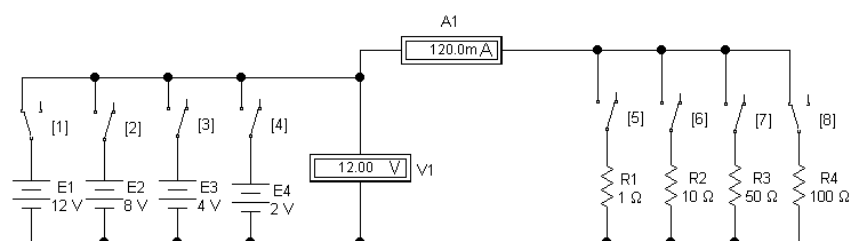

Рис. 47. Схема исследования идеального источника напряжения
Задание. Соберите схему, представленную на рис. 47.
выбрать 4 идеальных источника ЭДС и поместить их на рабочий стол, расположив как показано на рис. 47. Щелкнув правой клавишей мыши по элементу и выбрав в появившемся меню (рис. 12) команду *Component*
*Properties*, в появившемся окне (рис. 13) задать величину ЭДС и обозначение источника (как указано на рис. 47). Повторить эту операцию для всех компонентов. Выбрав опцию *Schematic Options* из меню *Circuit* (рис. 4) или из окна динамического меню (рис. 5), установить желаемый размер, стиль и цвет шрифта.
выбрать 4 резистора и 4 переключателя, поместить их на рабочий стол, повернуть командой *Rotate* (рис. 12) и расположить как показано на рис. 47. С помощью описанной выше процедуры задать величину сопротивлений и их обозначения в соответствии с рис. 47, а также параметр *Value* (рис. 13) переключателей. Значение параметра соответствует клавише, с помощью которой будет переключаться переключатель.
выбрать амперметр и вольтметр, поместить их на рабочий стол и расположить как показано на рис. 47. С помощью описанной выше процедуры задать величины внутренних сопротивлений приборов (очень большое сопротивление для вольтметра и очень маленькое сопротивление для амперметра), выбрать вид измеряемого тока DC (постоянный) и их обозначения в соответствии с рис. 47. После этого соединить компоненты проводниками в соответствии со схемой на рис. 47.